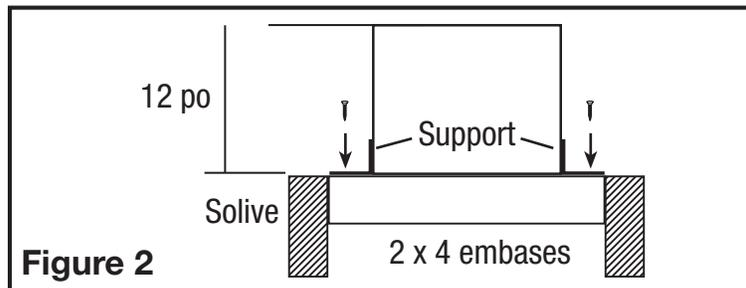

Figure 2
- Montage sur une solive:** Installez deux - 2 x 4 embases (non inclus) entre les solives. Positionnez le boîtier du ventilateur sur les embases et fixez les supports de montage à l'aide des vis (non inclus) (Figure 2).